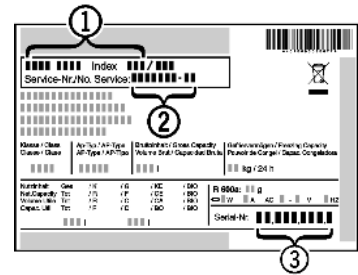

Fig. 11
- ▶ Обратитесь в сервисную службу и сообщите вид неисправности, наименование устройства *Fig. 11 (1)*, сервисный № *Fig. 11 (2)* и серийный № *Fig. 11 (3)*.